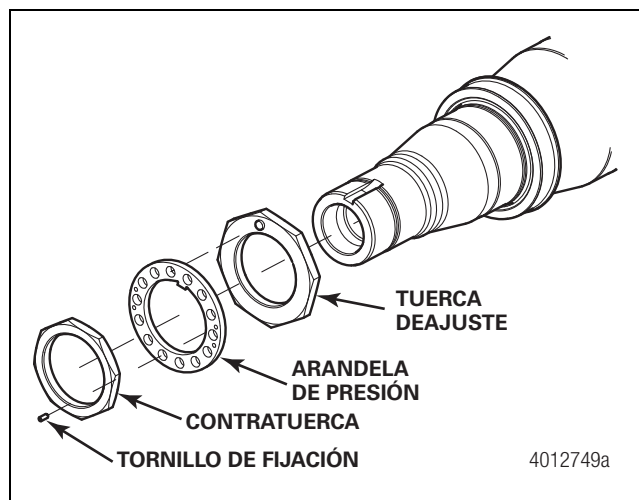

Figura 4.4
3. Inspeccione las piezas de retención del extremo de rueda, incluidas tuercas, arandelas y tornillos de fijación. Cámbielos en caso de que algunos estén desgastados o dañados. Figura 4.4.